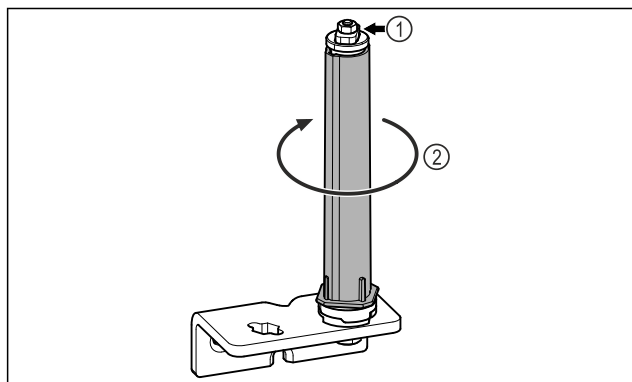

Fig. 18
- Ta inte isär dörrlåssystemet Fig. 18 (1).
- Vrid låssystemet Fig. 18 (2) tills det klickar.